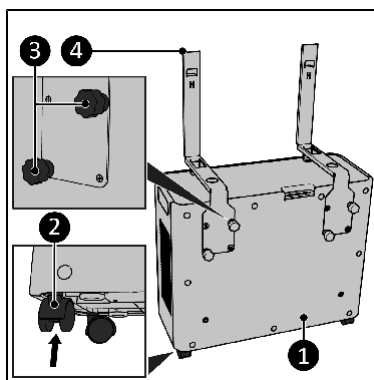

Figura 9
1. Inserire le ruote (figura 9, elemento 2) nelle aperture previste sotto l'unità esterna (figura 9, elemento 1) fino al loro completo incastro.
2. Montare i supporti interni (figura 9, elemento 4) sull'unità esterna (figura 9, elemento 1) e fissare ogni supporto con due dadi ciechi (figura 9, elemento 3).